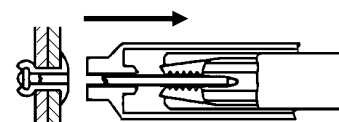

図5-6
- (5) リベットが締結されたら、レバーを閉じたままの状態、リベットツールを母材から離してください。(図5-6)